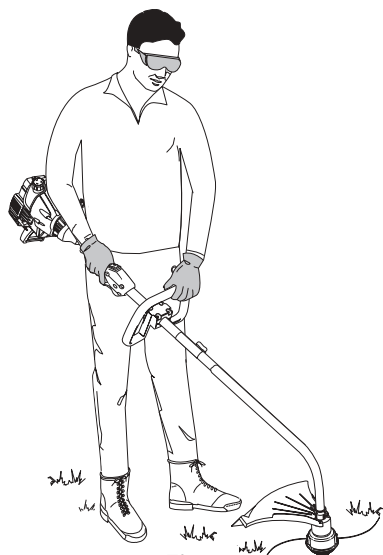

Fig. 2
5. Tenez l'appareil en position d'utilisation (Fig. 2), puis positionnez la poignée en D de manière à assurer une prise idéale.